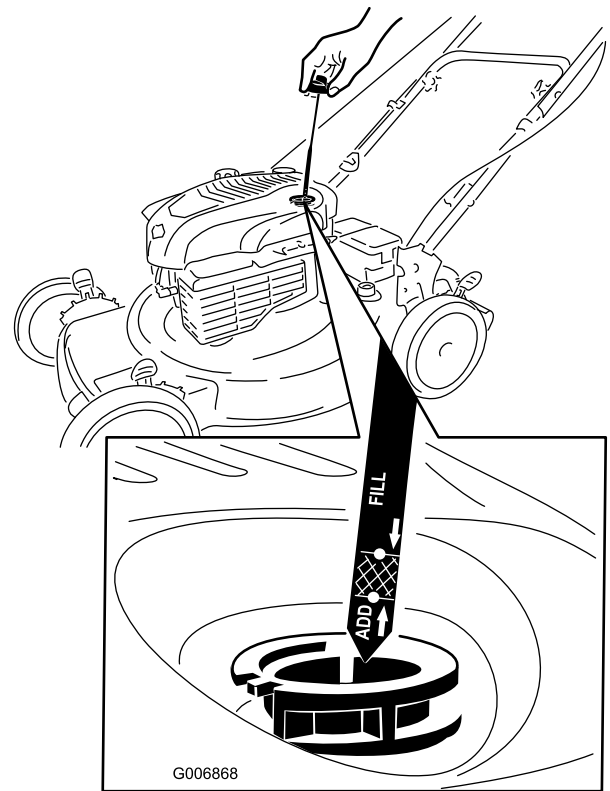

Figure 23
2. Retirez la jauge (Figure 23).
4. Versez de l'huile **lentement** dans le goulot de remplissage pour faire monter le niveau de liquide jusqu'au repère du **plein** (Full) sur la jauge (Figure 23). **Ne remplissez pas excessivement.** (Remplissage max. : 0,59 l (20 onces), type : huile détergente SAE 30 de classe de service API SF, SG, SH, SJ, SL ou supérieure.)